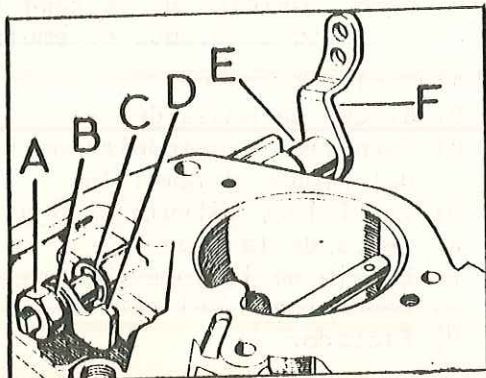

Fig. L2-4 Eje del acelerador
- 3.5. Montar el conjunto de la palanca y eje, F (Fig. L2-4) de la bomba de aceleración.